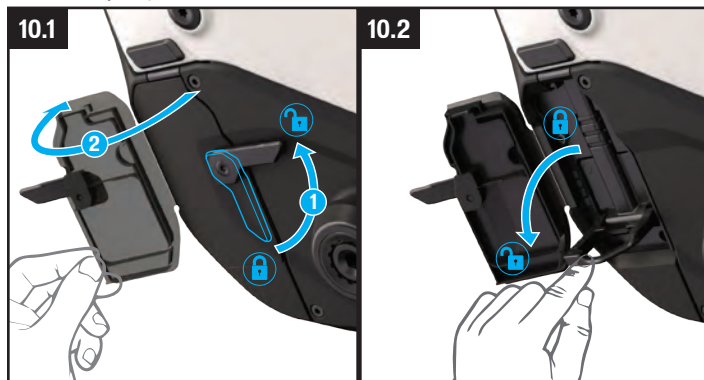

Fig. 10.1
- Sæt hoveddækslet ind i porten og drej grebet tilbage til den lukkede position, og luk så opladningsporten for at beskytte den mod vand og snavs (fig. 10.1).